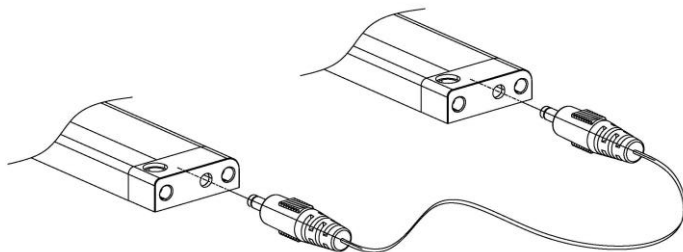

Fig.2 Cavi di collegamento
2. È possibile utilizzare cavi di collegamento o connettori per installare ulteriori luci (vedi Fig.2, 3). Se si sceglie di utilizzare i cavi, le clip per cavi sono incluse nella confezione per una comoda installazione.